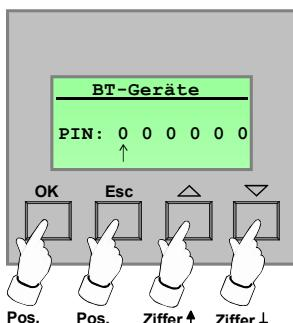

Bild 3: PIN-Eingabe
- An dieser Stelle ist es möglich, dass der Bediener dazu aufgefordert wird, eine PIN einzugeben (Bild 3). Die 6-stellige Identifikationsnummer kann das Gerät auf Benutzerebene vor unbefugtem Fremdzugriff schützen.